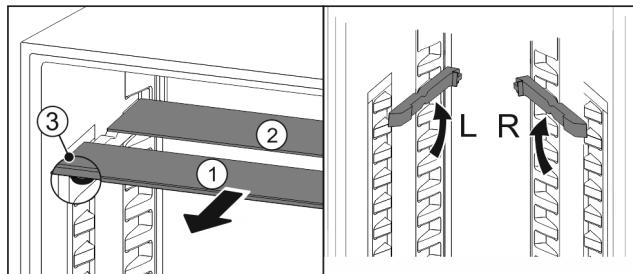

Fig. 85
- Steklene plošče posamično izvlecite Fig. 85 (1) naprej.
- Steklena plošča Fig. 85 (1) z okrasno letvijo je spredaj.
- Zaustavljalniki Fig. 85 (3) so obrnjeni navzdol.